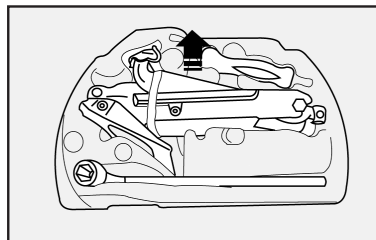

fig. 27
15) Guarde las herramientas utilizadas en los alojamientos específicos en los soportes **fig. 27**.